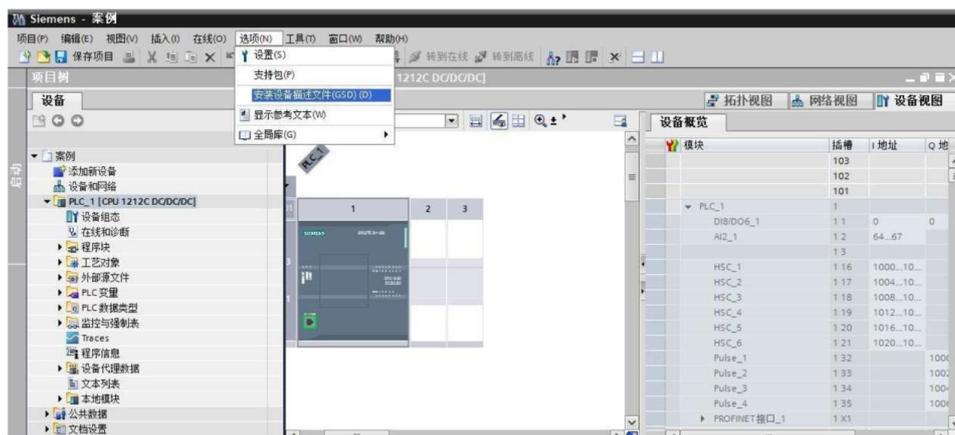
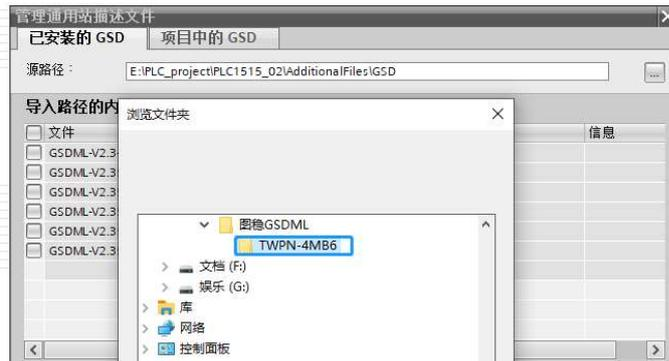
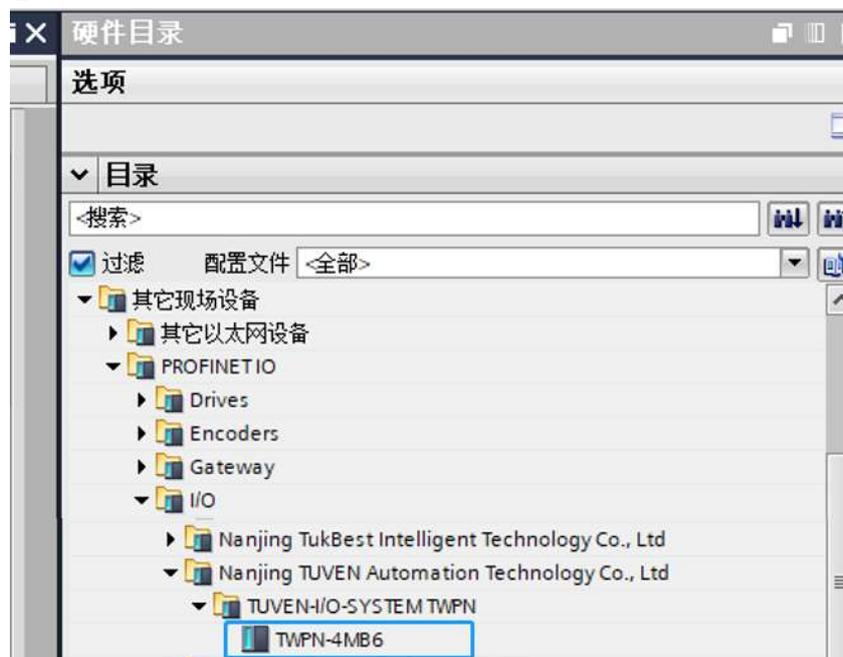

图 4-1
图 4-2
图 4-3
Step1: 根据图 4-1 所示路径，打开“安装设备描述文件”窗口，进入图 4-2 所示界面。
Step2: 根据图 4-2 所示步骤，选择包含 GSD 文件的文件夹，点击“确定”。即可显示出文件夹中的 GSD 文件，如图 4-3 所示
Step3: 根据图 4-3 指示, 找到正确的 GSD 文件, 在前面打钩, 然后点击“安装”。